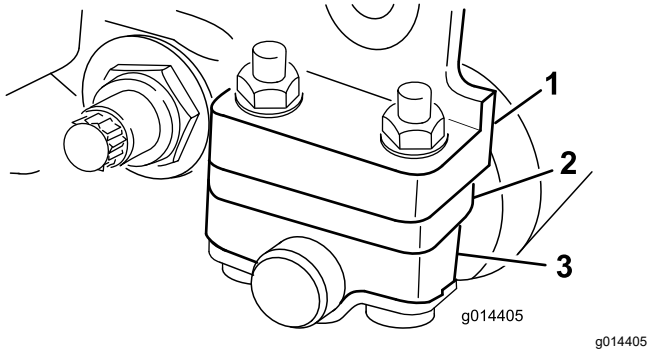

Figure 8
1. Réglez les supports du rouleau arrière à la plage de hauteur de coupe voulue en plaçant le nombre correct d'entretoises sous la bride de fixation de la plaque latérale (Figure 8) en vous reportant au Tableaux de sélection des hauteurs de coupe et des contre-lames (page 11).